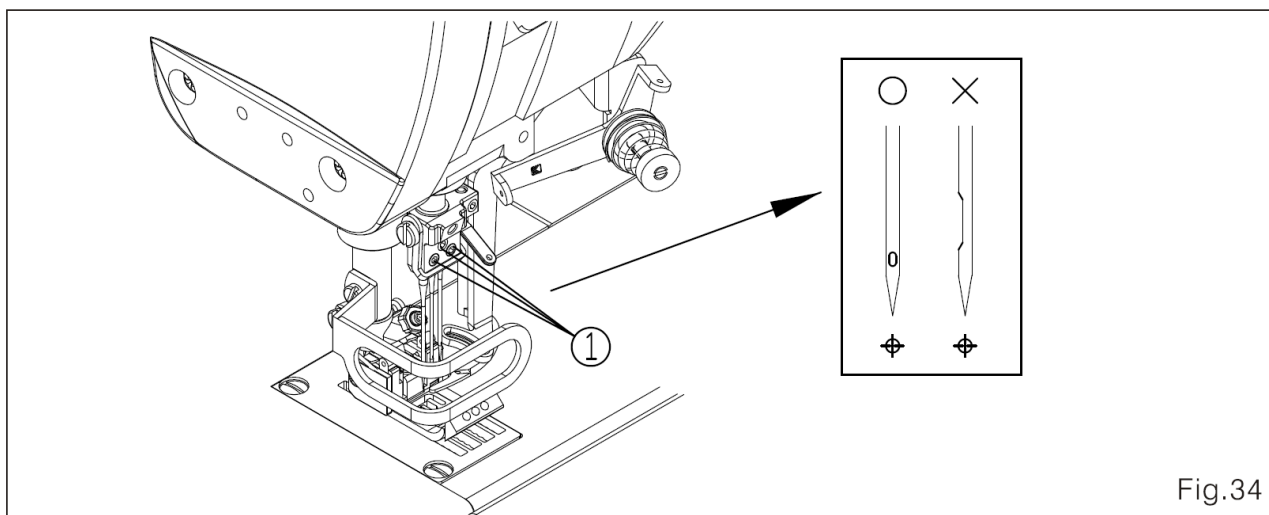

Fig.34
2. Solte o parafuso ① e em seguida puxe as agulhas usadas para fora. Insira as agulhas novas totalmente nos furos do suporte, de forma que a ranhura longa da agulha fique virada para você. (Fig.34)
3. Aperte o parafuso ①